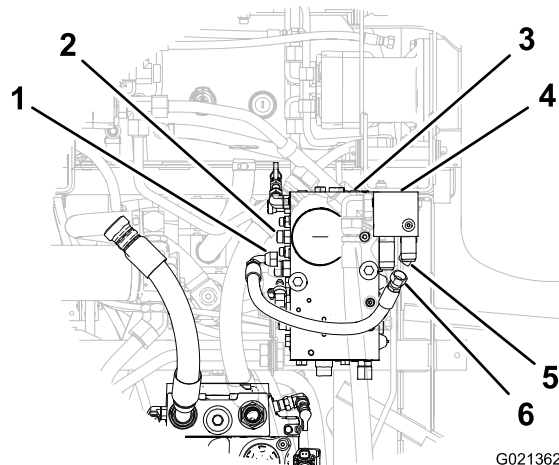

Figura 7
1. Retire el acoplamiento interior de la manguera de control de tracción del acoplamiento hidráulico de la toma CH1 del colector combinado (Figura 7).